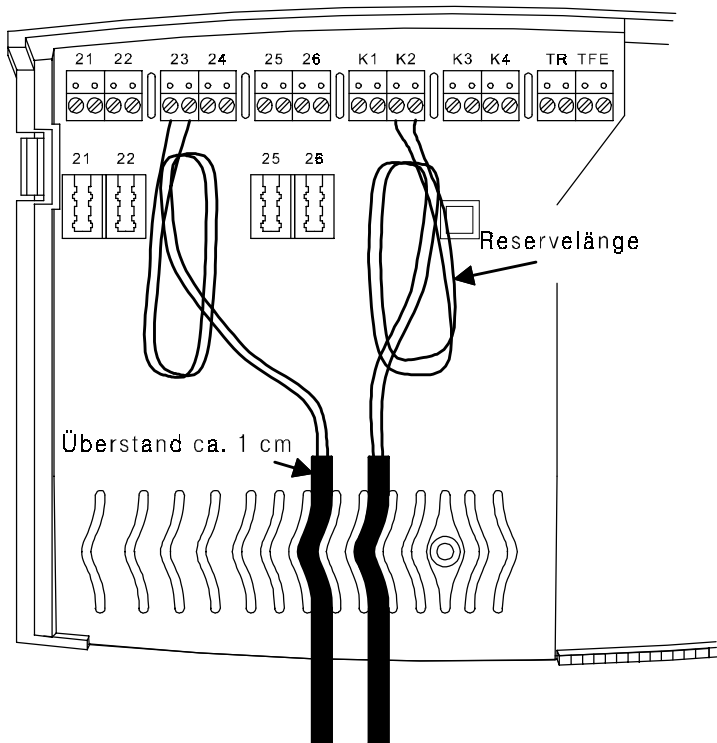

Abb. 7: Abmantelung der Kabel und Reservelänge
- Entfernen Sie den Mantel des Installationskabels ca. 1 cm hinter den Arretierungsrippen (siehe Abb. 7).